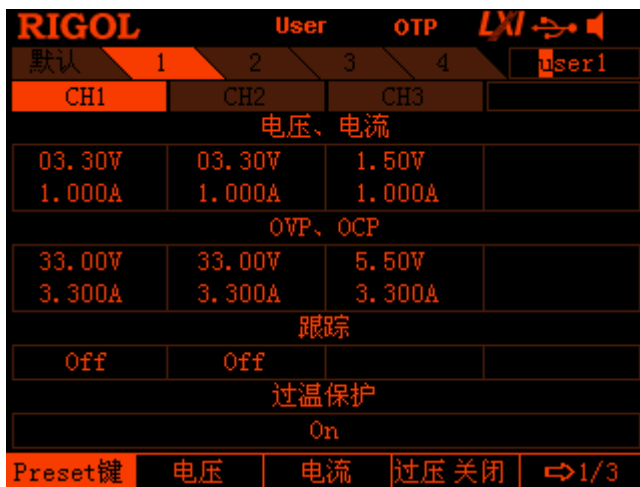

图 2-15 用户自定义设置界面
按 **Preset** 键 进入如图 2-15 所示界面（该界面选中用户自定义设置 1）。界面显示仪器的设置。此时，按前面板 **Preset** 键将调用对应的设置。
- 您也可以将已修改的自定义参数恢复为默认值。在图 2-15 所示界面的最后一页菜单中按 **默认值** 即可。
您还可以为 4 组用户自定义设置编辑名称，默认名称为 user1 至 user4，显示在图 2-15 的右上角。按 **Preset** 键 使用方向键和旋钮即可编辑。